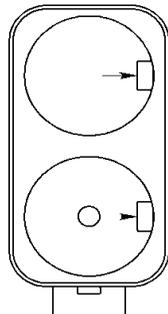

Рис. 2. Батарейный отсек
3.4.2. Новые элементы питания (2 шт.) типоразмера D необходимо установить в отсек батарейный в соответствии с полярностью, указанной на внутренней стороне крышки отсека. Для открытия крышки батарейного отсека необходимо повернуть ручку крышки в положение «ON». Для выемки разряженных элементов питания необходимо отогнуть удерживающие прижимы (показано стрелками на рис.2).